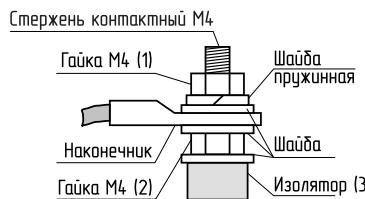

Рис.5 Присоединение проводов к выводам блок-ТЭН
6.7. При замене блок-ТЭН присоединение фазных проводов к выводам блок-ТЭН производить согласно Рис.5. Сечение кабеля указано в табл.1 и 1.1.